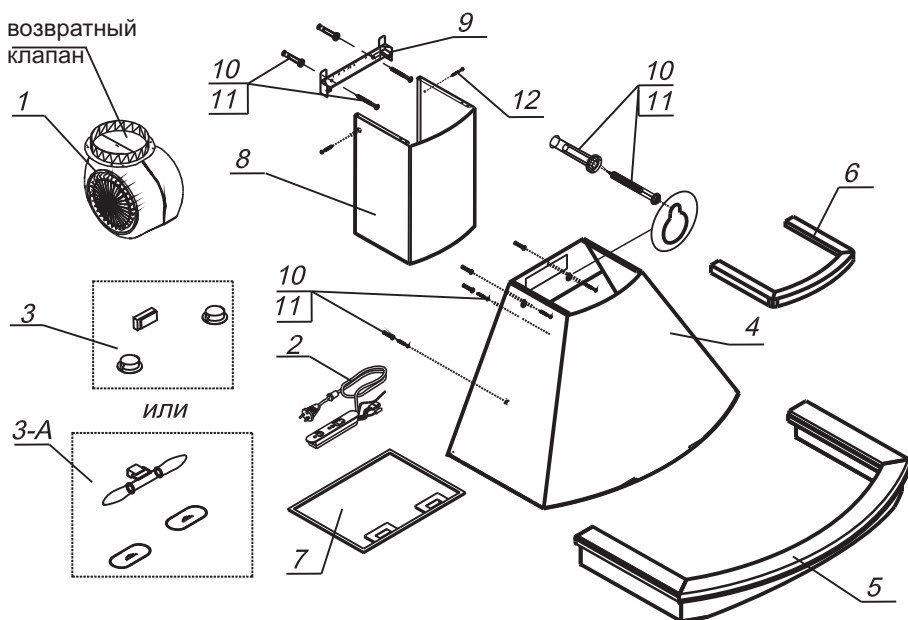

РИС. 2А
1.4 Перед эксплуатацией вытяжного зонта убедитесь в том, что возвратный клапан, расположенный на горловине вентилятора (рис. 2, 2А), имеет свободный ход (легко поднимается вверх и опускается).